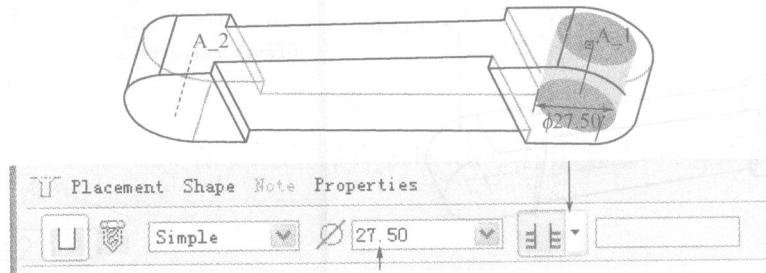

图 7-14
② 修改深度方式为【Through All(穿透)】→修改孔大小为“27.50”，如图 7-14 所示。